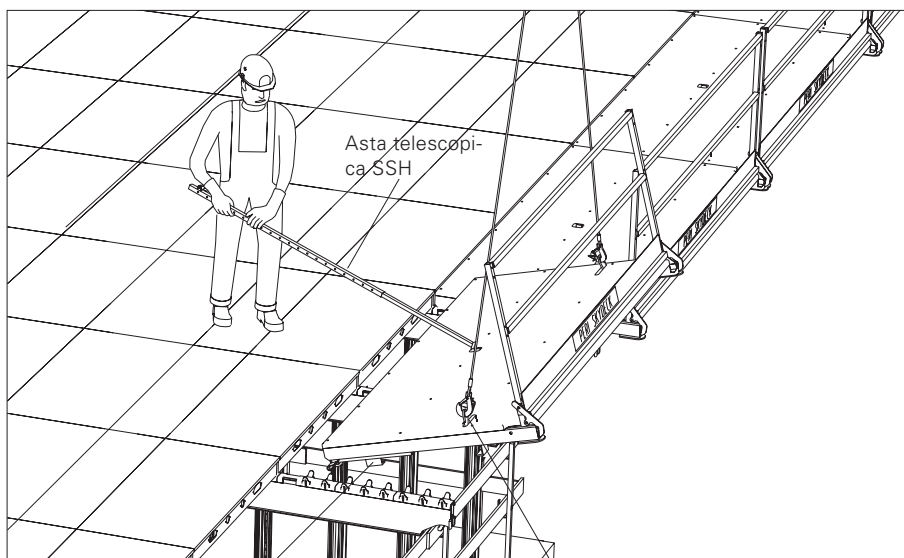

Fig. A9.12
1. Inserire l'asta telescopica SSH nell'incavo dell'impalcato di calpestio, quindi tirarla a sé, operando da una postazione sicura. (Fig. A9.12)